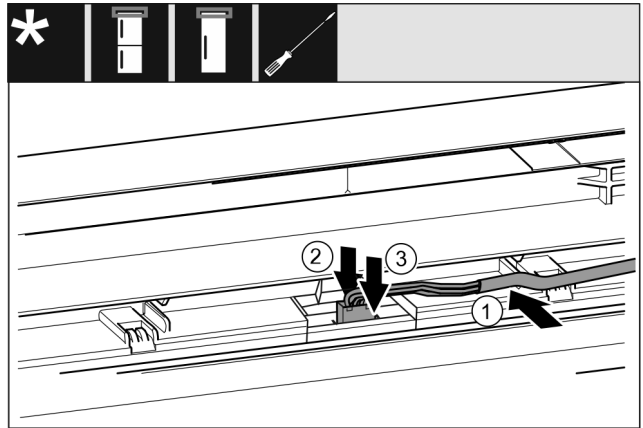

Fig. 58 Kombinimet ftohës-ngirës / Frigoriferët ngirës / Frigoriferët ftohës
- ▶ Shtroni me kujdes kabllon Fig. 58 (1) në udhëzuesin te dera lart.
- ▶ Shtypni nga prapa majën e kapjes Fig. 58 (2).
- ▶ Mbërtheni në vend spinën Fig. 58 (3).